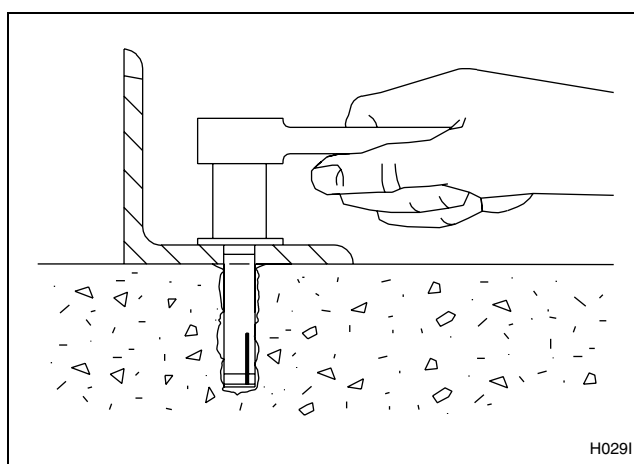

Figura 12
8. Asegure la máquina al piso con los pernos suministrados con los anclajes. Apriete las tuercas de traba a incrementos parejos, una después de la otra, hasta que todas estén apretadas de manera pareja y la máquina quede fijada firmemente al piso. Consulte la *Figura 12*.